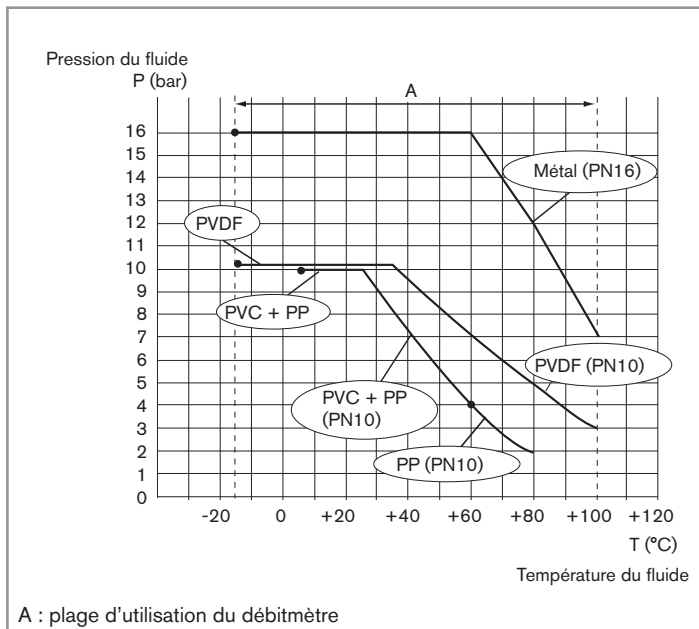

Fig. 1 : Courbes de dépendance température - pression du fluide
- ▶ Tenir compte de la dépendance température-pression du fluide selon la nature du matériau du raccord utilisé (voir Fig. 1).